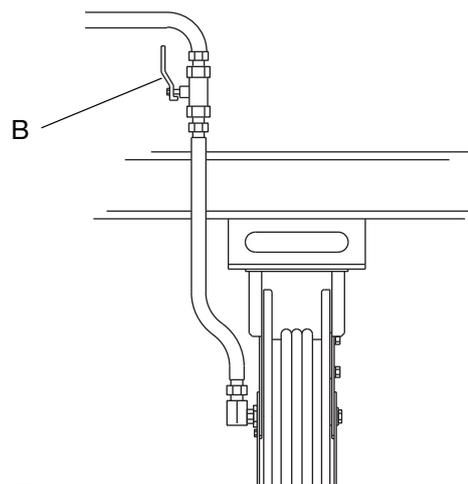

ABB. 7
- Alle Absperrventile (B) an allen Dosierpunkten öffnen und die Pumpe starten, um das System mit Druck zu beaufschlagen. Anweisungen für den optimalen Zählerbetrieb finden Sie im Abschnitt **Betrieb des LDP5 Zählers**, Seite 16 (ABB. 7).